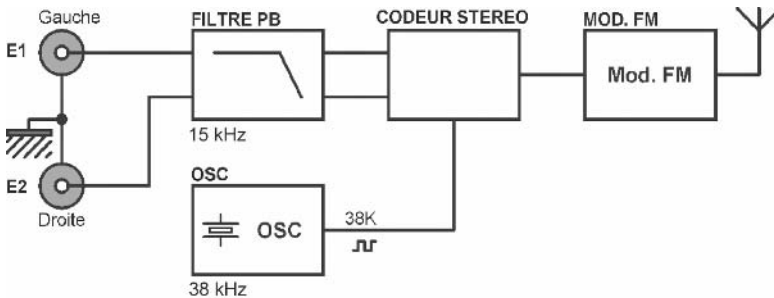

Figure 6.32
**Tentatoo** – Il est temps maintenant de passer au câblage des signaux analogiques et logiques. Nous allons voir comment faire selon que les modules optionnels, tels que désymétriseur d'entrée et limiteur de modulation, sont ou ne sont pas utilisés. Le mieux je pense est de commencer au plus simple, et de voir ensuite comment ajouter les modules optionnels. Voici donc en **figure 6.32**, le synoptique général du câblage à réaliser pour la version d'émetteur la plus simple.
**Septatoo** – Ce câblage me convient très bien pour commencer, et de toute façon j'aurai la possibilité d'ajouter les options par la suite. Auriez-vous la gentillesse de me montrer un dessin de câblage détaillé ? J'ai peur que le synoptique de la **figure 6.32** ne me suffise pas pour m'y retrouver.